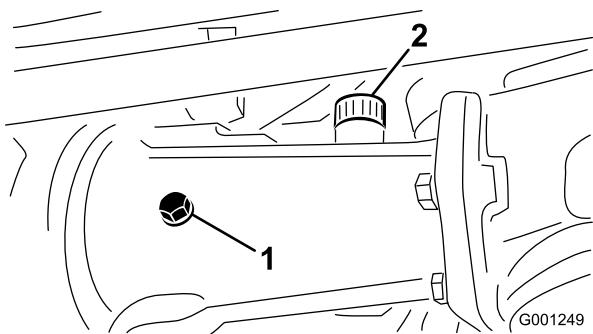
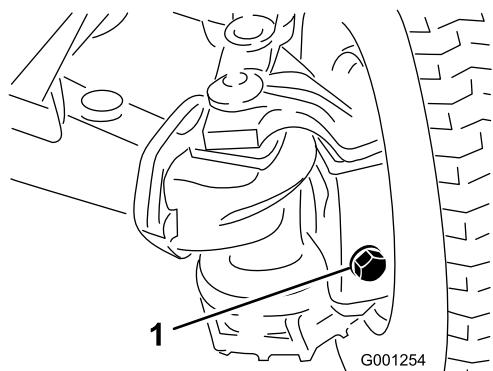

図 26
図 27
2. 点検プラグを取り、オイルが各穴の下の縁まであることを確認する。量が不足している場合は、給油プラグを外し、点検プラグ(図 26と図 27)の穴の下の縁まで補給する。